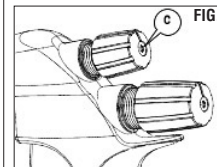

FIG. 2
ATTENTION: en réinsérant le bouton (6) sur le réglage (B), et avant de visser la vis à tête fraisée T10 (C), vérifier que le bouton (6) soit pressé jusqu'à couvrir entièrement le côté du bouton hexagonal du réglage (Fig. 2)